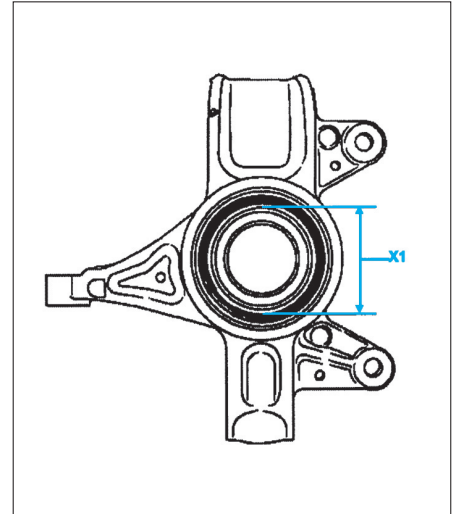

FIG. 15
- Reposer le circlip et vérifier son positionnement en mesurant le diamètre intérieur "x1 = 67,6 mm" (Fig.15).